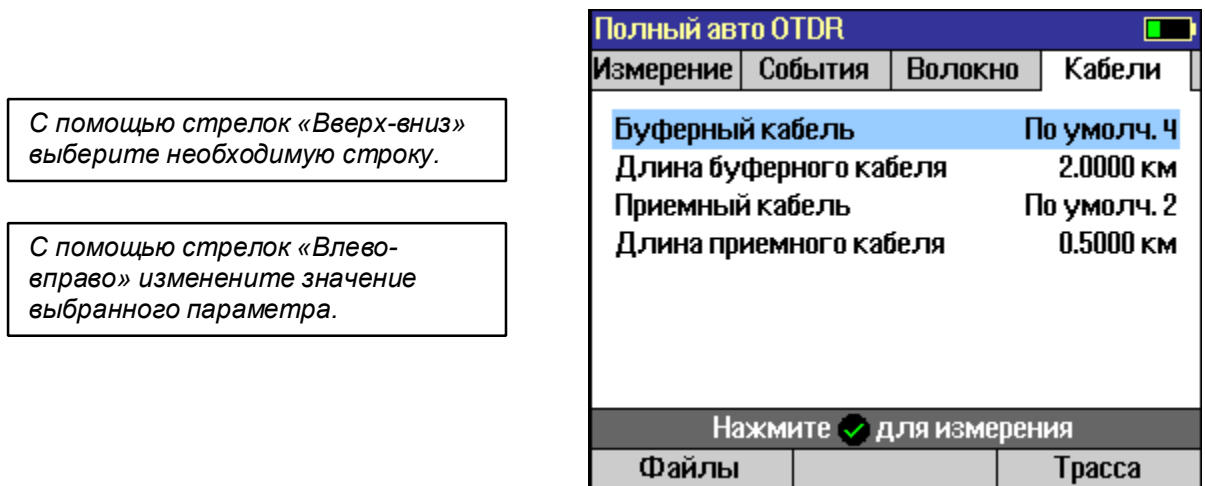

Рис.8
9.3.4. Установки закладки «Кабели», рис. 8.